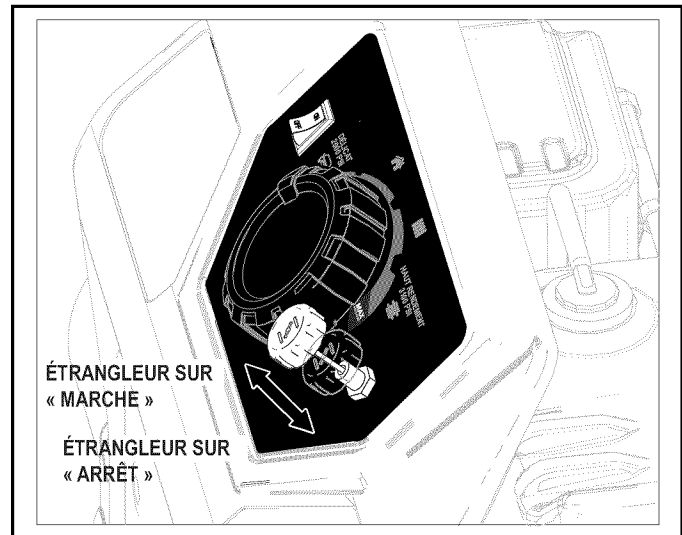

Figure 5-4. Bouton de l'étrangleur
3. Étranglez le moteur en tirant lentement sur le bouton de l'étrangleur jusqu'à ce qu'il atteigne la position « MARCHE » (« ON ») (Figure 5-4).
Si le moteur est chaud, poussez sur le bouton de l'étrangleur jusqu'à ce qu'il atteigne la position « ARRÊT » (« OFF ») (Figure 5-4).